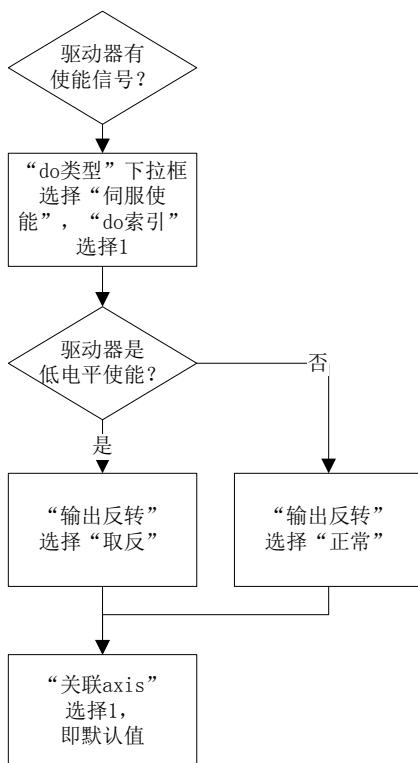

图 4-21 开环模式下 do 配置流程
(4) 切换至“di”页。调用 GT_GetDi() 指令读取某一个输入开关的值时，0 表示输入低电平，1 表示输入高电平，一般情况下按默认值配置即可。
(5) 切换至“do”页。开环模式下 do 配置流程如图 4-21 所示。